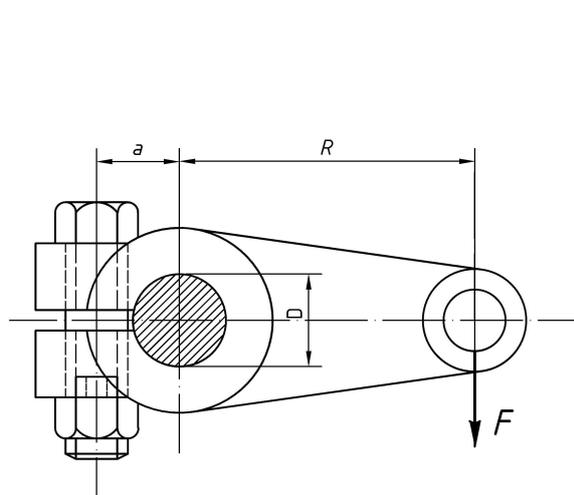

Рис. 9.2. Расчетная схема
2. Рассчитать болт клеммового соединения, посредством которого рычаг неподвижно закрепляется на валу (рис. 9.2). Диаметр вала D , сила, действующая на рычаг, F , радиус рычага R и расстояние от оси болта до вала a приведены в табл. 9.2. Материал вала - сталь, материал рычага - чугун.